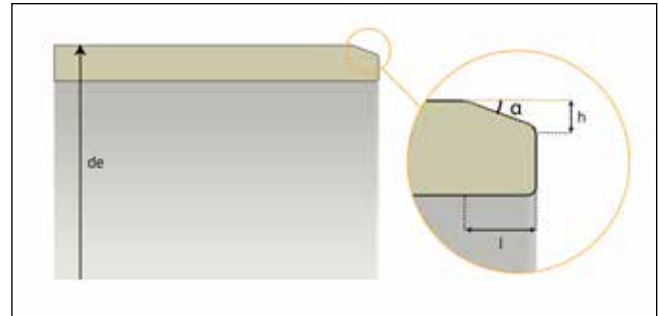

Abb. 66: Erforderliche Anfasung des Rohrspitzendes
- Fasen Sie die Schnittkante an der Außenseite des Rohres gemäß Tabelle 16 an und runden Sie die Kanten mit einer Schleifscheibe ab (Abb. 66).